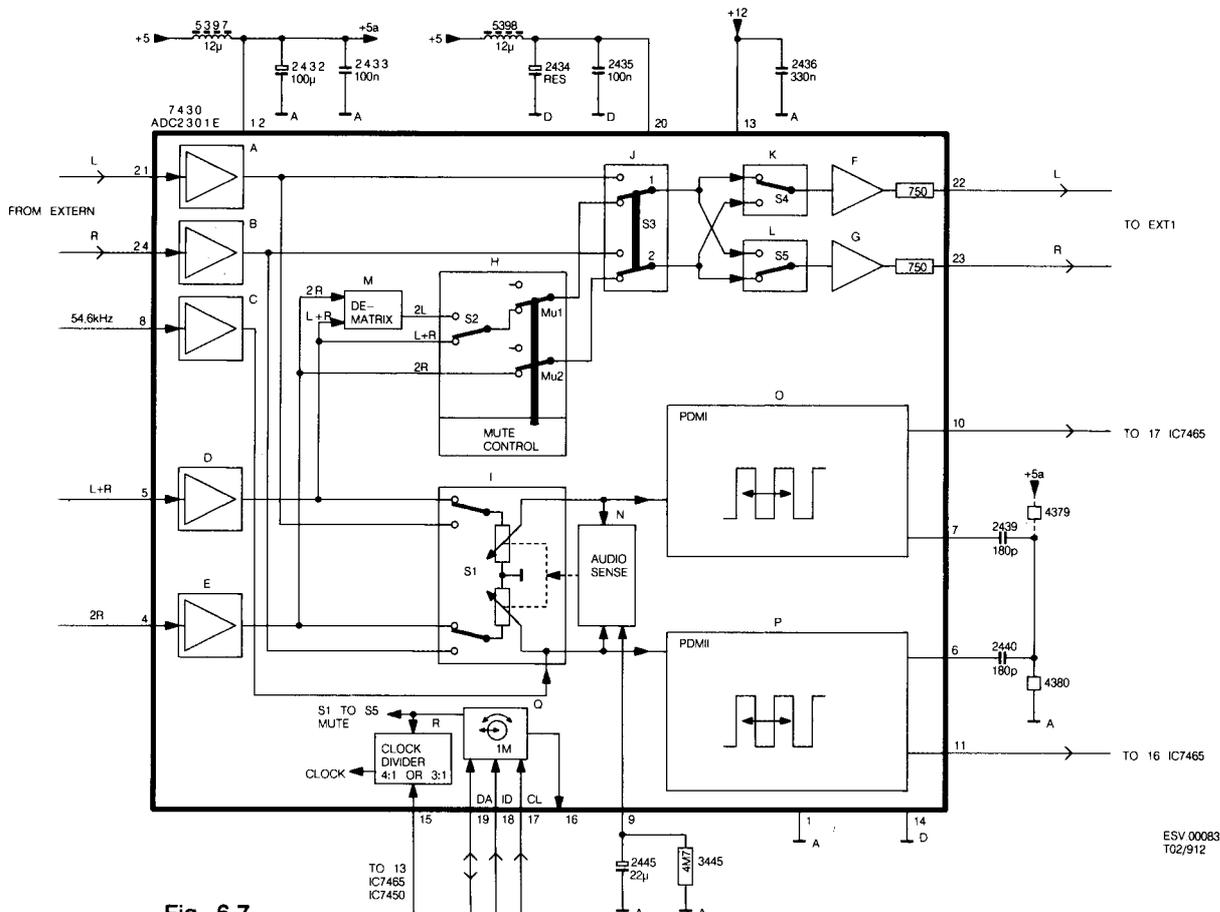

Fig. 6.7.
6.6.1 Einleitung (siehe Abb. 6.7)
6.6.6.1 Taktfrequenzteiler (siehe Abb. 6.7)